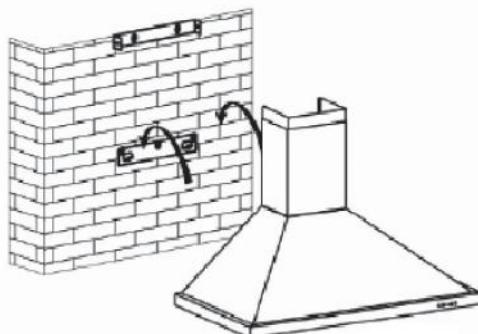

рис. 2
- Установите купол на крепление и прикрутите винтами, поставляемыми в комплекте (рис. 2).